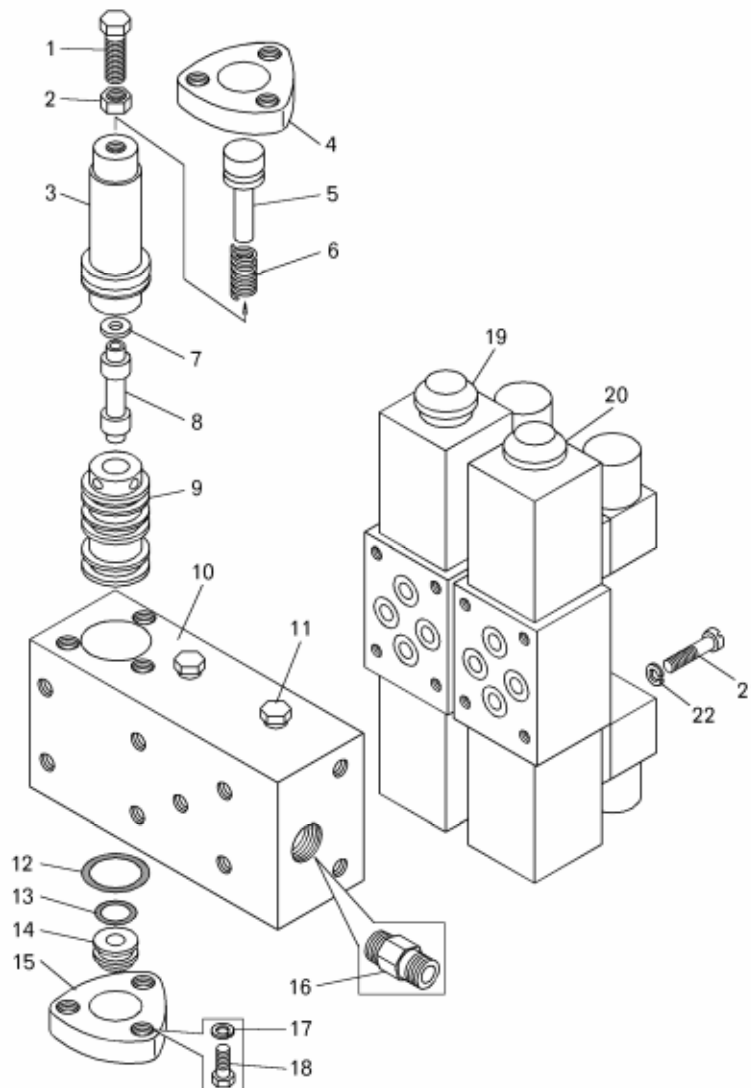

Рисунок 17.6 – Блок управления:
- отвернуть винты 21 (рисунок 17.6) и отсоединить гидрораспределители 19 и 20;